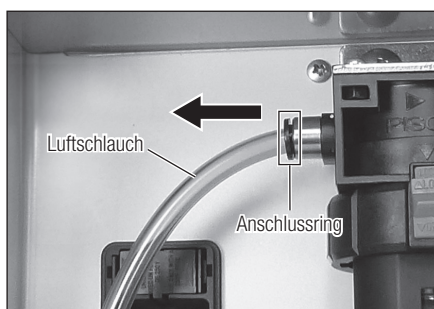

Abb. 31
- 2) Ziehen Sie den Luftschlauch heraus, während Sie den Anschlussring auf dem Luftfilter drücken (Abb. 31).